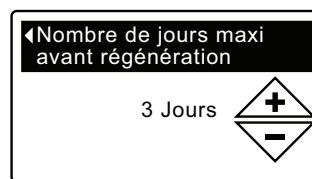

FIG. 18
- 7. MAX. DE JOURS AVANT RÉGÉNÉRATION** Appuyez sur le bouton HAUT (▲) ou BAS (▼) pour définir le nombre de jours avant chaque régénération automatique (cf. Figure 18). La plage de réglage de cette fonction est 1 - 99 jours.